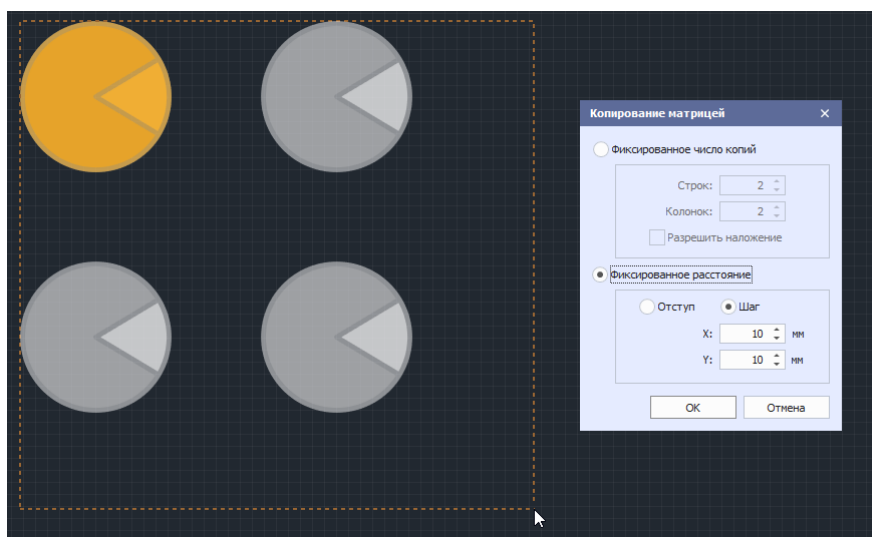

Рис. 232 Фиксированное расстояние. Размещение
- Фиксированное расстояние, см. Рис. 232.